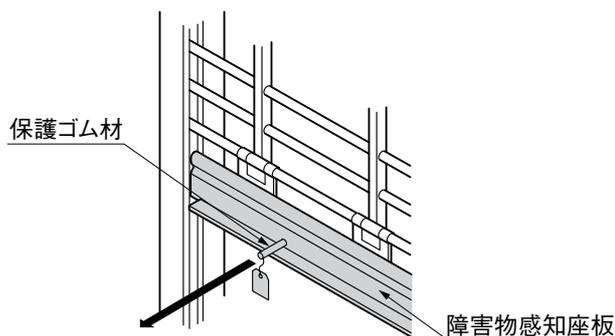

図10-4
- ④ 障害物感知座板の両端に付いている荷札付の保護ゴム材を引抜いてください。(図10-4参照)